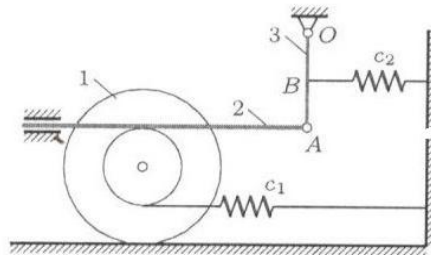

Рис. 10
**Задача 10.** Механическая система, состоящая из блока колес 1, стержней 2, 3 и двух пружин, совершает малые колебания (рис. 10). Механизм расположен в горизонтальной плоскости,  $R = 2r$ ,  $AB = BO$ . Даны массы тел  $m_1 = 4 \text{ кг}$ ,  $m_2 = 1 \text{ кг}$ ,  $m_3 = 2 \text{ кг}$ , жесткости пружин  $c_1 = 70 \text{ Н/м}$ ,  $c_2 = 40 \text{ Н/м}$ , радиус инерции блока  $\rho = 3r/2$ . Найти собственную частоту системы.